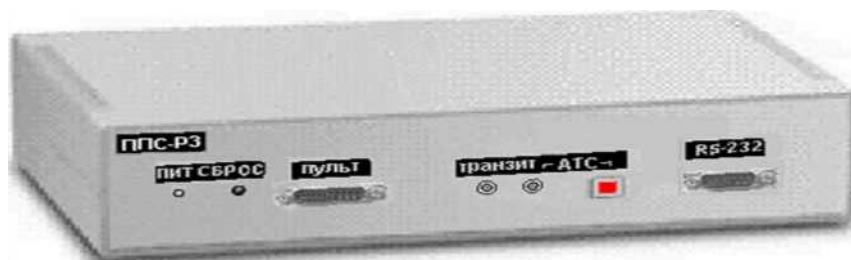

Рисунок 3.1 - Внешний вид контроллера
3.1.1 *Контроллер* (рисунок 3.1) предназначен для установки и работы в составе аппаратуры на оконечных и промежуточных пунктах связи и выполняет следующие функции:
4.1.2 На передней панели *контроллера* (рисунок 3.1) расположены кнопка и индикатор подключения к абонентской линии **АТС**, индикатор **ТРАНЗИТ**, который включается при подключении радиосвязи на канал ТЧ, индикатор **ПИТ** - включается при наличии вторичного электропитания, имеются кнопка **СБРОС**, соединитель **RS-232** для подключения к ПЭВМ и соединитель **ПУЛЬТ** для подключения пульта ППР.